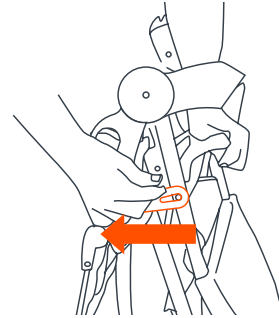

Fig. 19a
- 19) • Placer la poussette sur le sol avec les trois roues touchant le sol. Relâchez le levier de verrouillage qui est situé sur le côté droit (Fig. 19a).